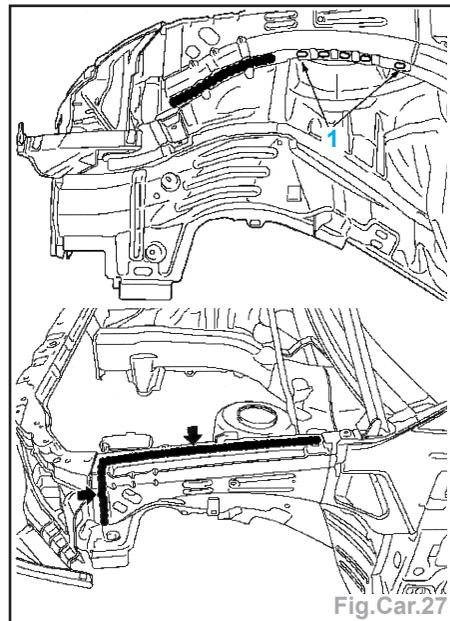

Fig.Car.27
- Préparer la jambe de force en pratiquant des trous oblongs (1) de 5,5 x 20 mm (Fig.Car.27).